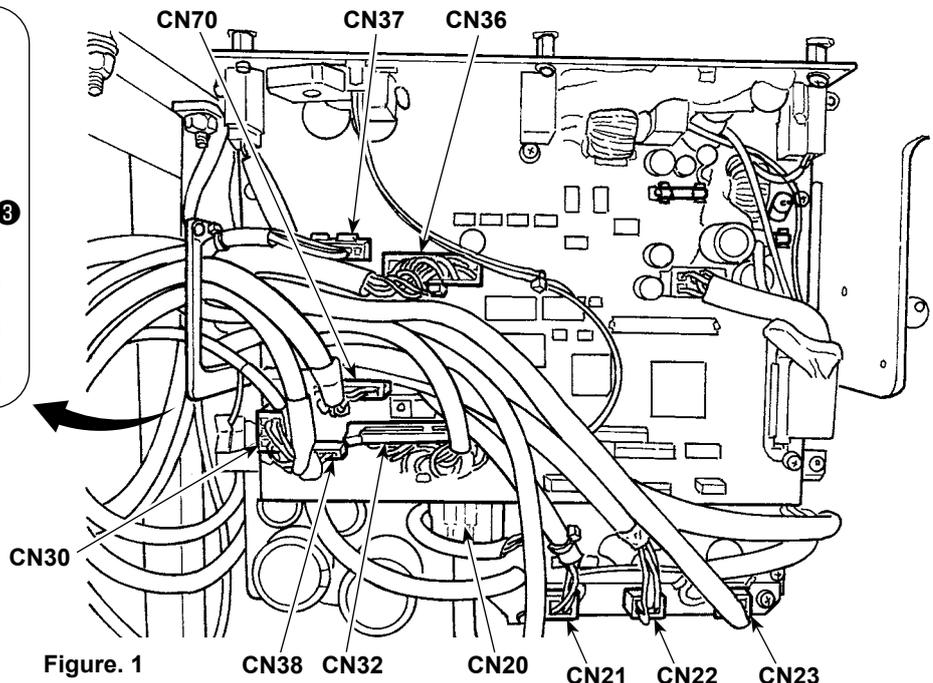

Figure. 1
- 1) Afloje los cuatro tornillos de fijación ② de la cubierta ① de la caja de control. Retire la cubierta ① de la caja de control.
- 2) Conecte los cables a los conectores respectivos de los tableros CTL PCB, PWR PCB y SUB-D PCB. (Figure. 1)